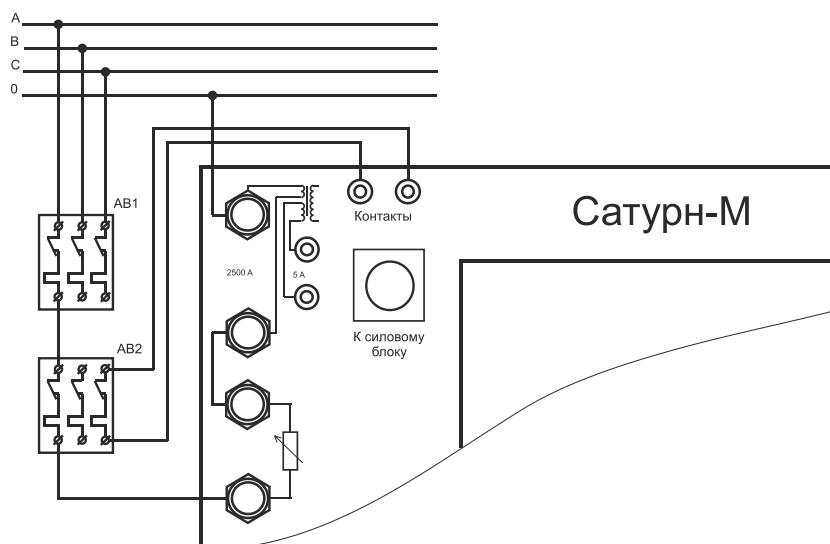

Рисунок 3 – Схема подключения блока «Сатурн-М» при проверке АВ на номинальные токи до 200 А
При проверке автоматов на номинальный ток до 200 А при питании от сети соберите схему, показанную на рис. 3.
8.4.1.11 При попытке запуска режима при отключенном автомате (см. рис. 3) режим не запускается, а на индикатор выводится сообщение об отсутствии напряжения «Отсутствует $U_{вх}$ ».